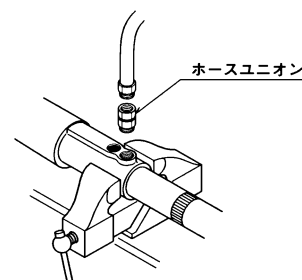

Fig.1
- ポンプをバイスに固定して吐出口にあらかじめ用意した液材ホースを接続してください。このとき、ポンプ・ホースの間にホースユニオンを購入して取り付けることをお勧めします。(Fig.1)